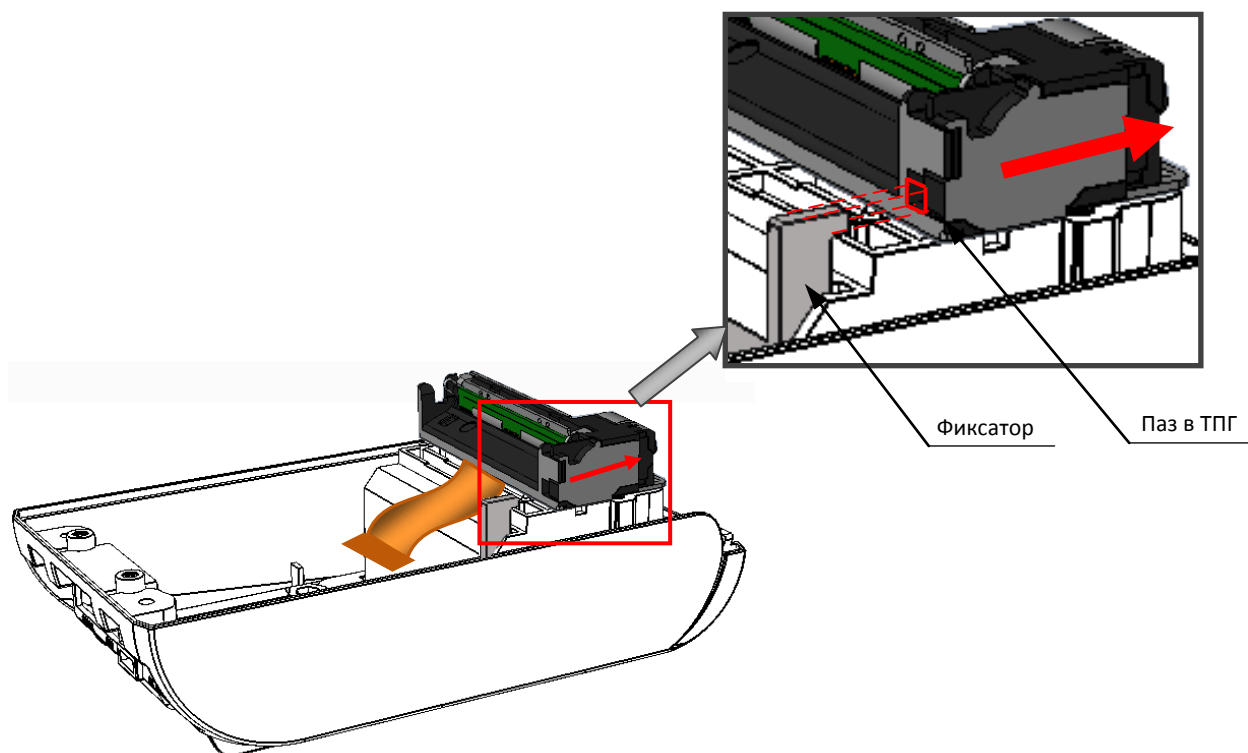

Рисунок 19. Направление смещения ТПГ с учетом расположения фиксатора в нижней части корпуса и паза в ТПГ
6. Затем аккуратно сместить ТПГ в направлении, показанном на рисунке и освободить фиксатор нижней части корпуса изделия из паза ТПГ (смотрите рисунок 19).
7. Установить на место старого экземпляра ТПГ новый экземпляр печатающего устройства, совместив фиксатор в нижней части корпуса изделия и паз в ТПГ (смотрите рисунок 19). ТПГ на нижней части корпуса изделия должно быть расположено как показано на рисунке ниже.